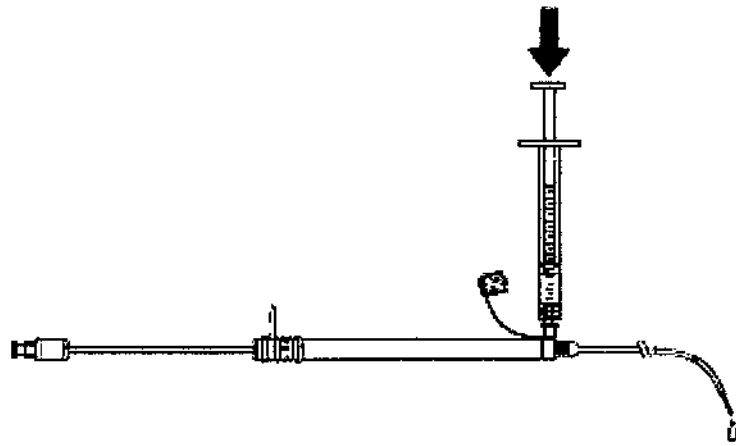

Fig. 2
4. Inmediatamente antes de introducir el sistema de implantación en el organismo, utilice una jeringa de 1 ml para lavar el sistema de implantación con solución salina a través del orificio de lavado del brazo lateral. Lave hasta que salgan unas gotas de solución salina por la punta distal, entre la vaina exterior (d) y el catéter interior (e) del sistema de implantación. (Fig. 2)